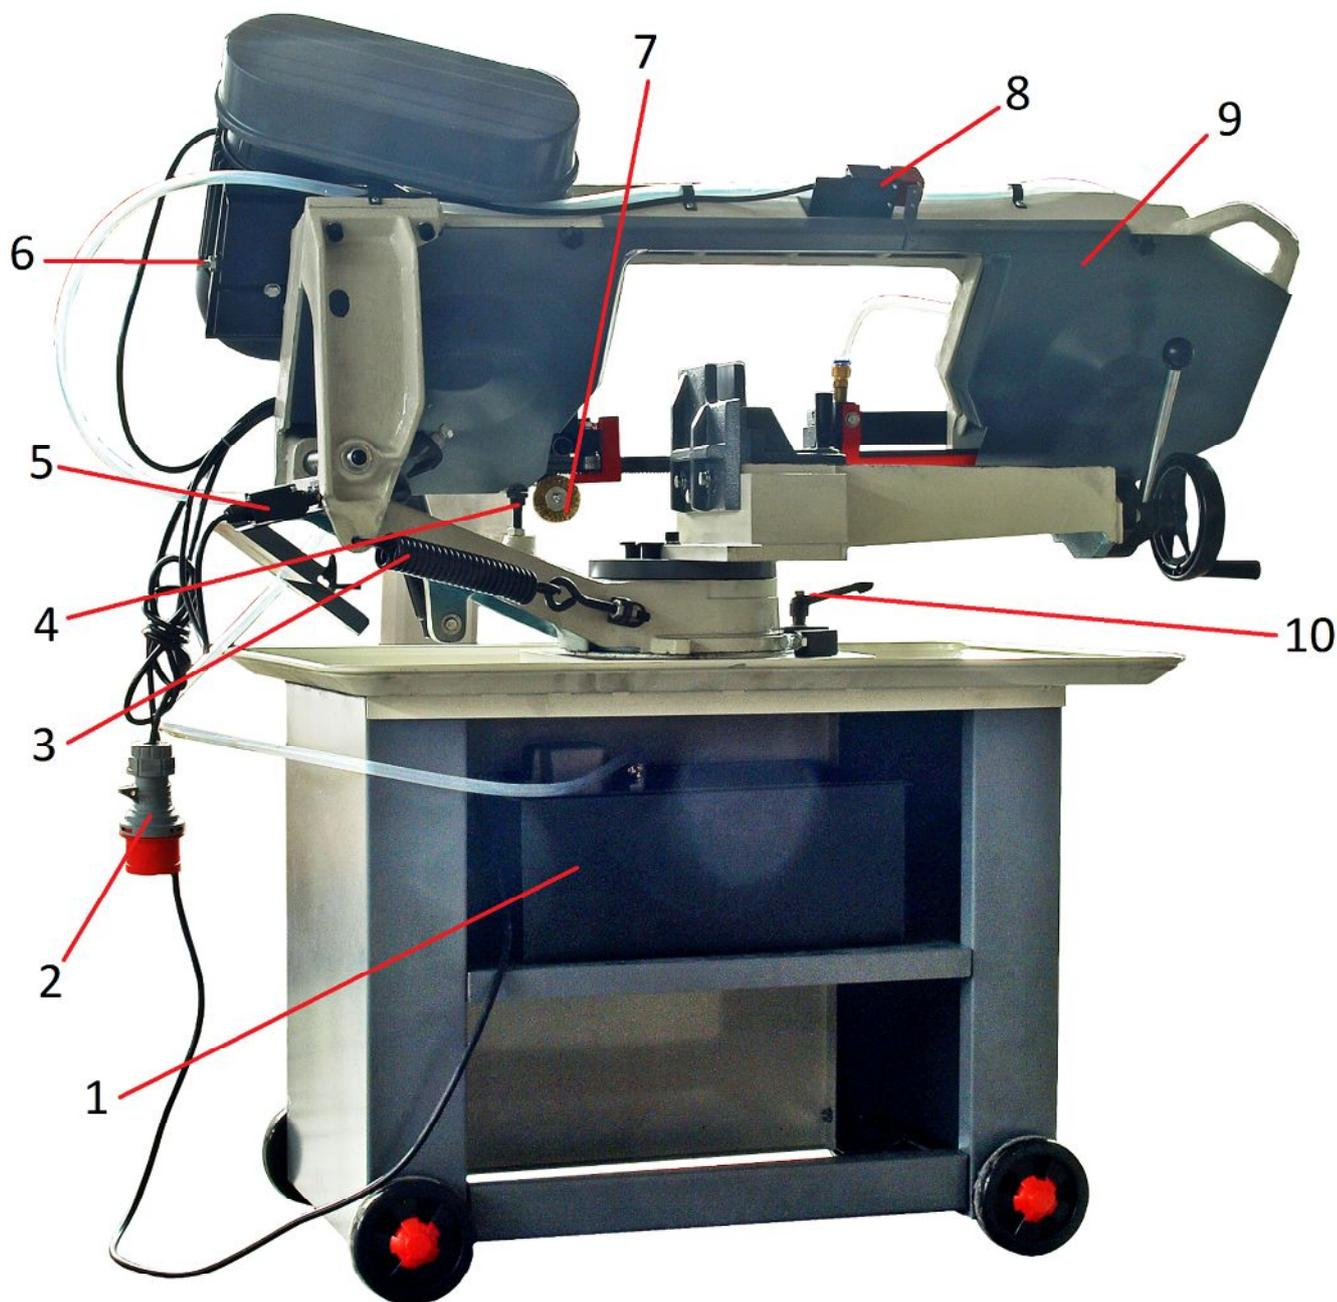

Рис. 1.2 Принципиальное устройство станка:
- откройте защитную крышку пыльного агрегата (поз. 8 рис. 1.2) и закрепите её от самопроизвольного закрытия;
- закройте защитную крышку пыльного агрегата (поз. 8 рис. 1.2). При открытой защитной крышке пыльного агрегата он не запустится;
Подсоединение станка к электрической сети должно быть выполнено через автоматический выключатель от перенагрузок и через разъём, соответствующий разъёму кабеля станка (поз. 2 рис. 1.2).
После окончания распиливания пильный агрегат опустится на ограничитель опускания (поз. 4 рис. 1.2), нажмёт на концевой выключатель (поз. 5 рис. 1.2) который отключит пильный агрегат и подачу СОЖ.